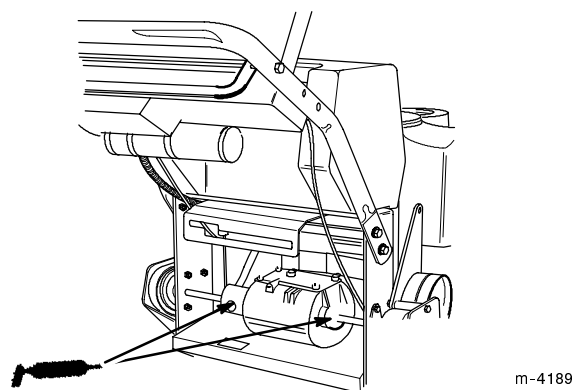

Abbildung 26
2. Die Getriebekupplungen schmieren (Abb. 26). Die Schutzschilde müssen nicht entfernt werden, wenn Sie von vorne neben dem Motor die entsprechenden Stellen schmieren.